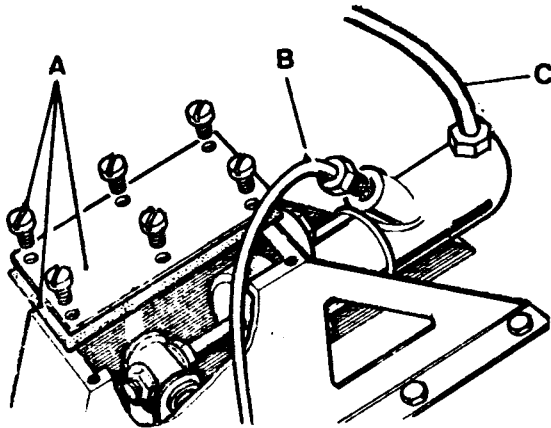
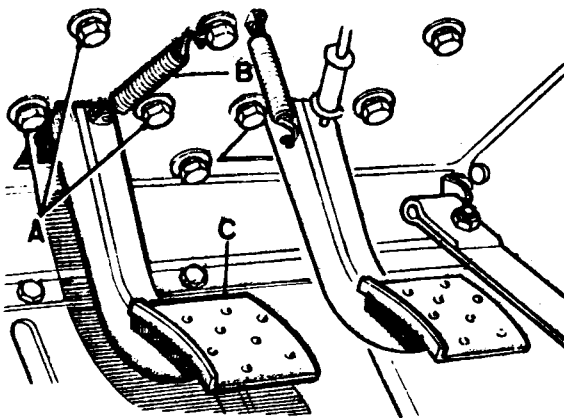
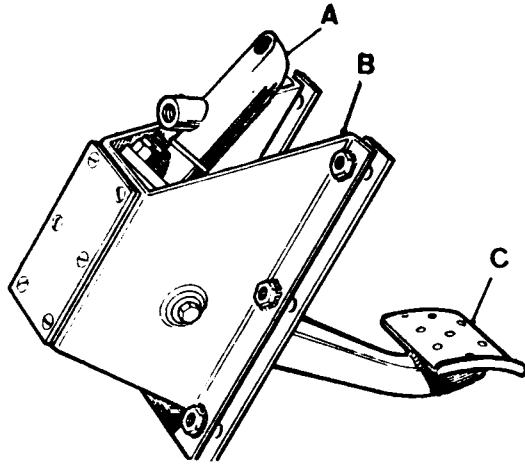

Fig. B2-3 - Tapa y cilindro principal del embrague.
Fig. B2-4 - Pedal del freno y piezas de fijación del soporte.
Fig. B2-5 - Conjunto del soporte, pedal y cilindro principal.
- 1.1.- Con el capó desmontado, se soltarán las tuberías de entrada y salida de líquido en su unión al cilindro principal (fig. B2-3), el muelle de retroceso del pedal (fig. B2-4) y los tornillos que fijan el conjunto del soporte del pedal, con los que podrá retirarse el soporte (fig. B2-5), cilindro principal y pedal.